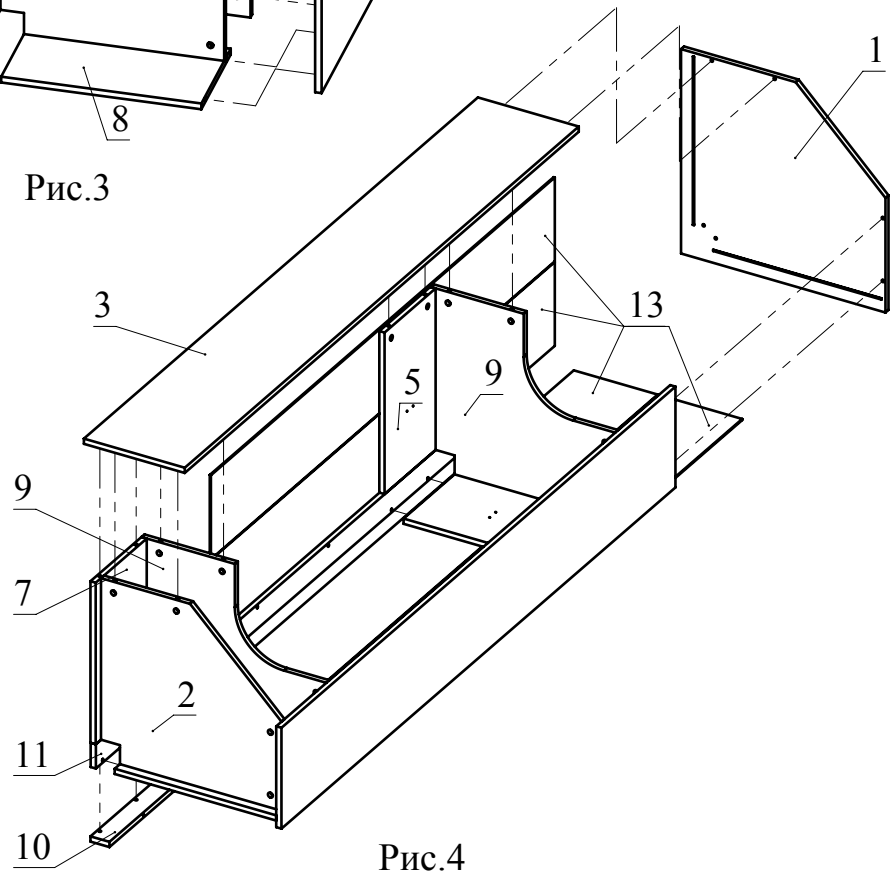

Рис.4
4. Соедините деталь 3 с полученной конструкцией и затяните головки минификс.Соедините детали 10 и 11 с полученной конструкцией с помощью конфирмат. Вставьте ДВП в пазы деталей 3 и 4. Соедините деталь 1 с полученной конструкцией с помощью конфирмат (Рис.4).